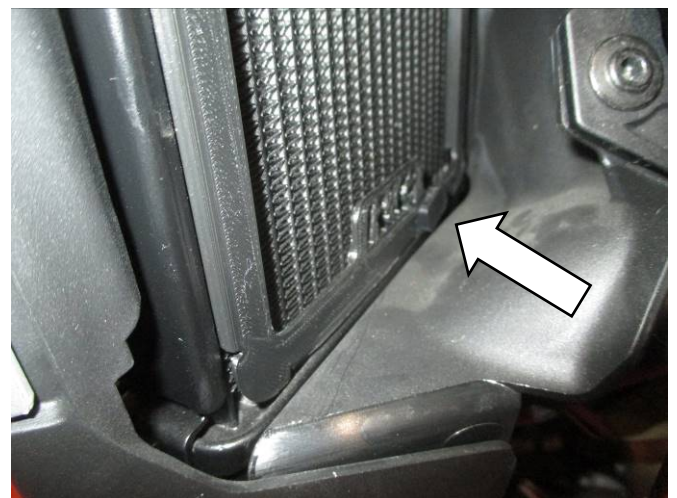

Abbildung 4
- Nehmen Sie zwei der speziellen Kabelbinder für den Kühlerschutz (Artikel 5) und fädeln Sie einen Kabelbinder durch den oberen und unteren Schlitz des Kühlerschutzes wie in **Abbildung 4** abgebildet. Stellen Sie sicher, dass das Kabelband durch die äußere Matrixöffnung und in die Rückseite des Kühler-Matrix geführt wurde wie in **Abbildung 5** abgebildet. Hinweis: Achten Sie darauf, dass der Kabelbinder die Lüfter an der Rückseite des Kühlers nicht beeinträchtigen.